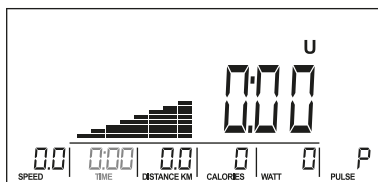

Рис. 23
3. За допомогою регулятора встановіть значення TIME. (Рис. 23).